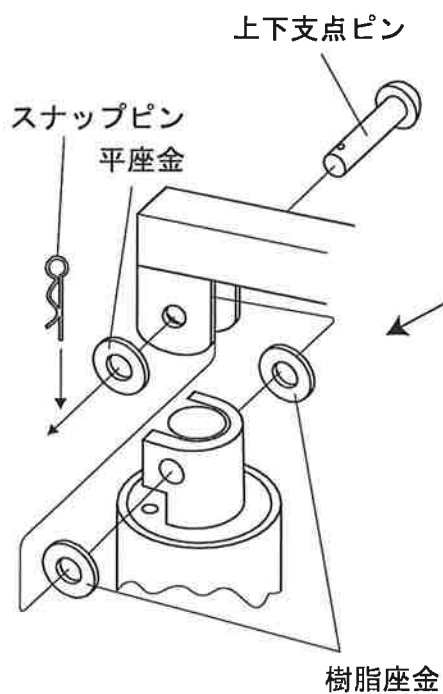
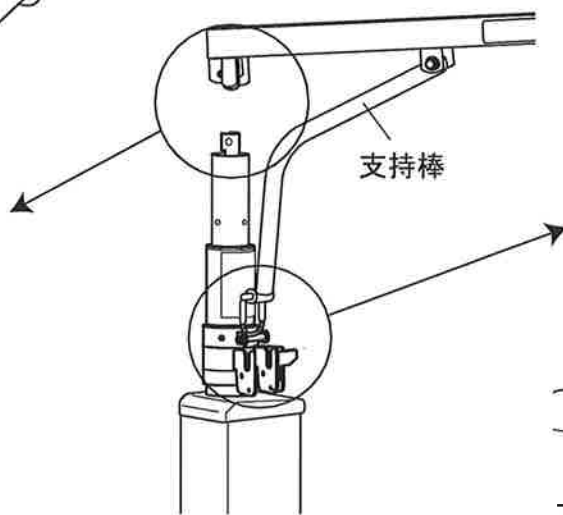

図5
図6
- ⑥ ポールベースの上端部に取り付けてあるピン（上下支点ピン）を外して、アームとポールベースを組み付けてください。（図5）その後、支持棒をポールベースのフック部に入れると（図6）、ロックがかかります。（図7）